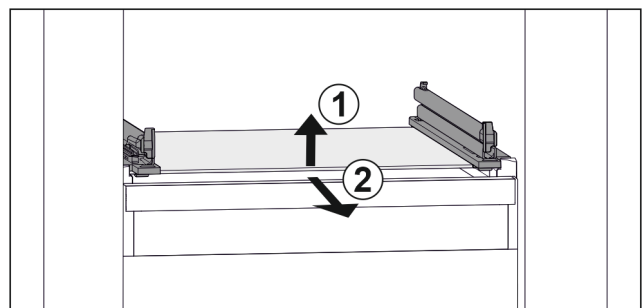

Fig. 131 Representación de la placa de vidrio a modo de ejemplo
- ▶ Levante la placa de vidrio por delante. Fig. 131 (1)
- ▶ Retire la placa de vidrio hacia delante. Fig. 131 (2)